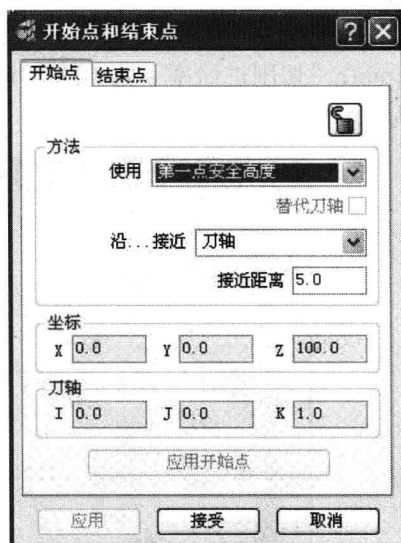
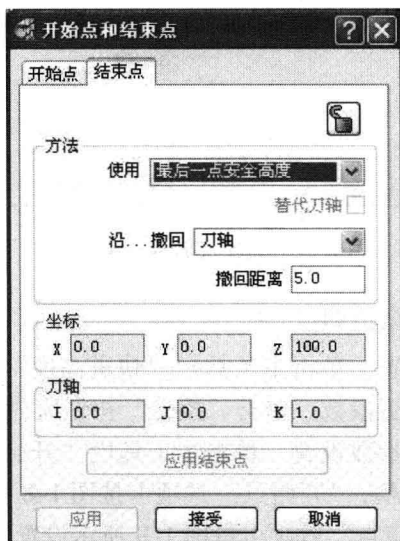

图 1-8 “开始点”选项卡设置
图 1-9 “结束点”选项卡设置
(3) “开始点和结束点”参数设置 单击主工具栏“开始点和结束点”按钮, 系统弹出“开始点和结束点”对话框, “开始点”选项卡按图 1-8 所示设置 (重点: “使用”选择“第一点安全高度”), “结束点”选项卡按图 1-9 所示设置 (重点: “使用”选择“最后一点安全高度”), 单击“接受”按钮完成参数设置。